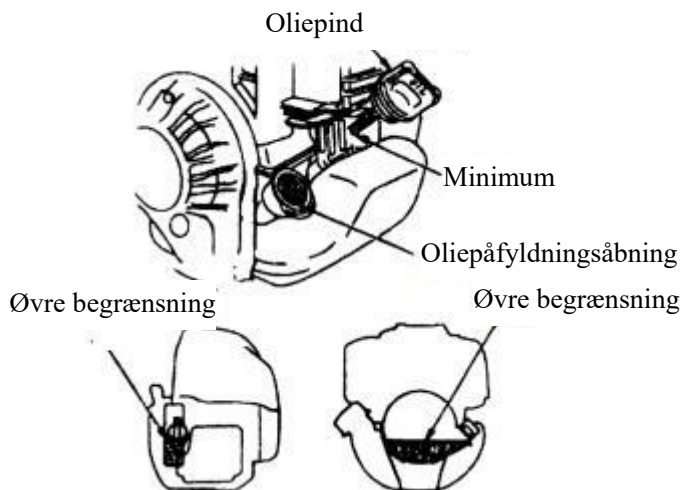

Fig. 3
4.3.2 Benzinmotoren skal stå vandret. Skru oliepinen ud, og kontrollér olieniveauet som vist i fig. 3. Hvis olieniveauet er for lavt, skal der efterfyldes op til den øvre begrænsning. Hvis olien er snavset, skal den udskiftes.